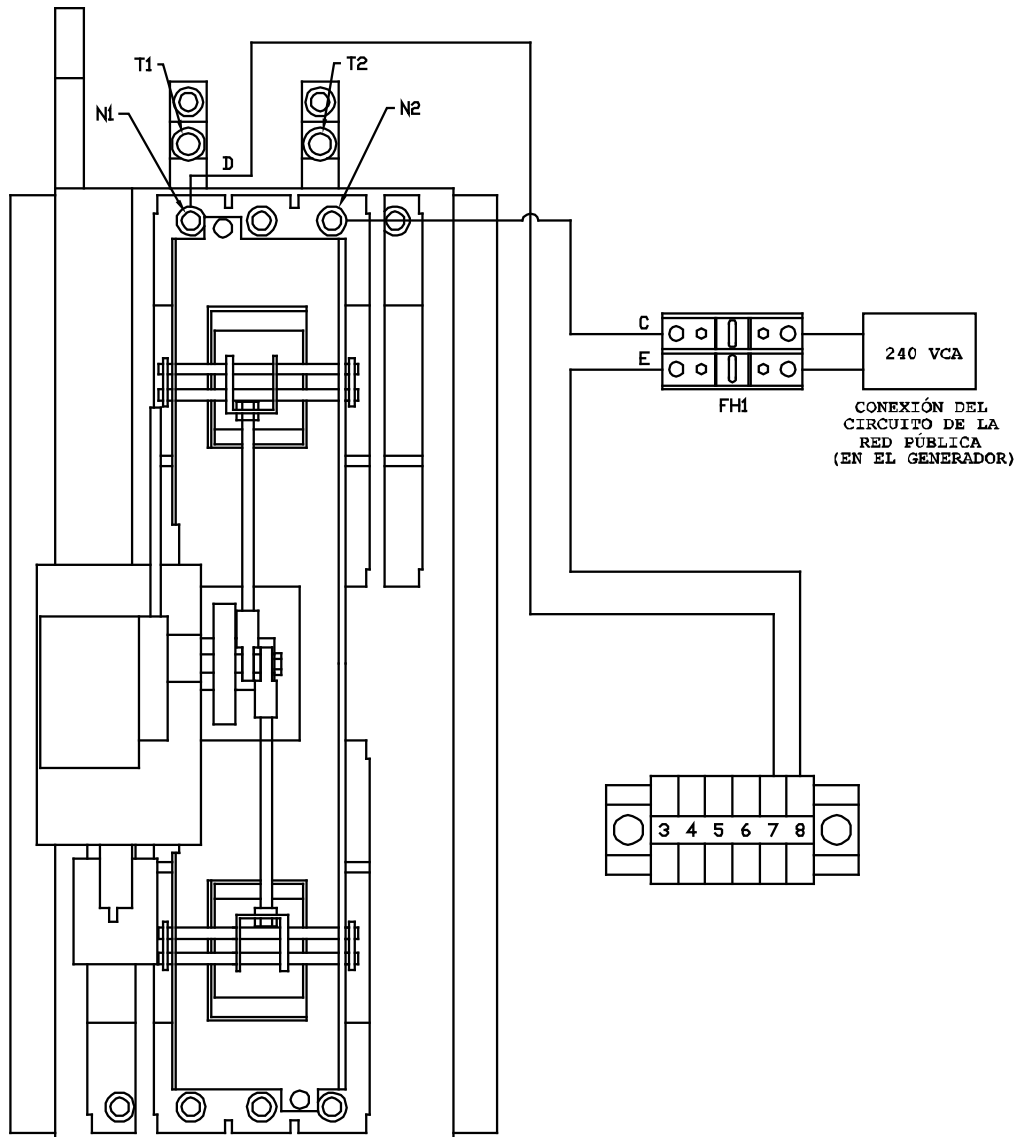

Figura 12 - Diagrama de conexiones Eaton
Para llevar a cabo el siguiente procedimiento de conexión, consulte el diagrama de conexiones Eaton (Figura 12, página 8), el manual de instalación del generador y el manual del conector Eaton.
5. Conecte el extremo de la orejeta superpuesta del conjunto del adaptador de cables C (207022CGS) instalado en el terminal N2 del conector (Figura 12, página 8) y el otro extremo al portafusibles (FH1).